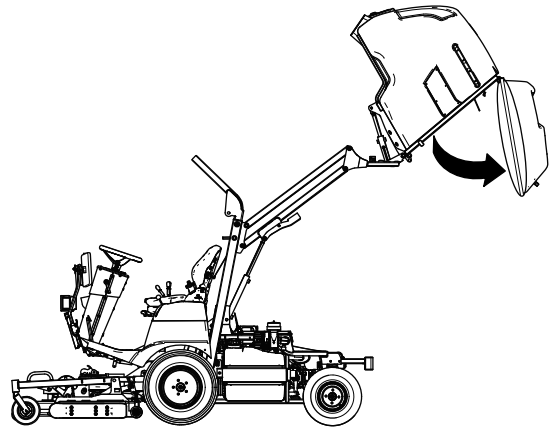

Bild 140
2. Heben Sie die Fangbox (Bild 140) ganz an, siehe Anheben der Fangbox \(Seite 31\).
3. Entleeren Sie die Fangbox (Bild 140) und lassen sie in der ganz entleerten Stellung, in der die Heckklappe ungehindert hängt, siehe Entleeren der Fangbox \(Seite 32\).